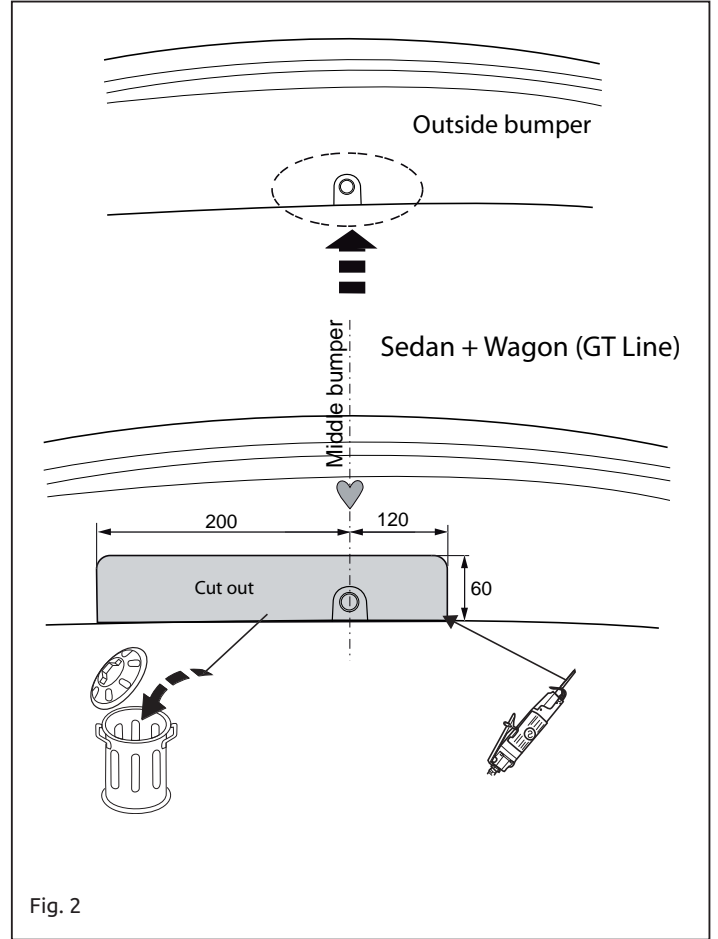

Fig. 2
5. Выпилить часть из бампера в середине снизу, как указано на рис.2